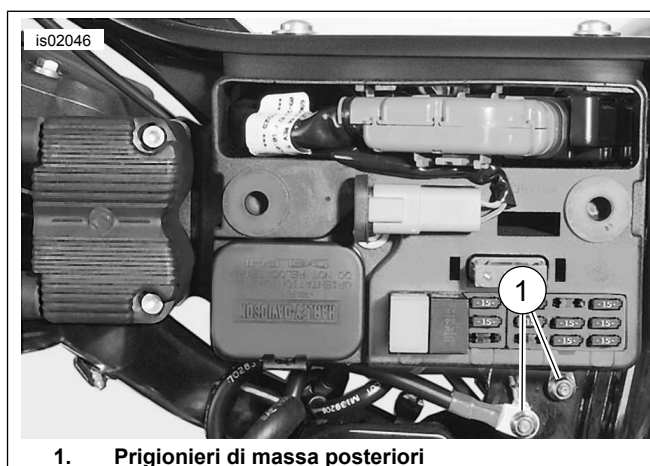

Figura 1. Punto di massa del modello FXDWG 2004
1. Utilizzare gli schemi elettrici e il manuale di manutenzione per individuare il punto di massa per l'anno e il modello, e far passare il filo di massa nero (BK) del cablaggio del mini contagiri fino al punto di massa. **Per il modello FXDWG 1996-2003:** Sopra il telaio sotto la sella verso il serbatoio. **Per il modello FXDWG 2004 e successivi:** Vedere la Figura 1. Su uno dei prigionieri di massa posteriori sotto il pannello fusibili. **Per i modelli Softail 1984-2003:** Sopra il telaio sotto la sella verso la parte anteriore della motocicletta. **Per i modelli Softail 2004 e successivi:** Vedere la Figura 2. Sulla cinghia del telaio sotto la sella, direttamente davanti alla batteria. **Per i modelli FLHR 1994-2003:** Nel pozzetto sotto la sella, sotto l'interruttore automatico. **Per il modello FLHR 2004 e successivi:** Vedere la Figura 3. Sotto la sella, direttamente davanti alla batteria. **Per i modelli XL 1996-2003:** Il filo nero (massa) proveniente dal cablaggio del mini contagiri dovrà essere giuntato con un filo nero (massa) che arriva al connettore del quadro della strumentazione [20B].